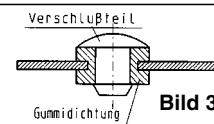

Bild 3
5. Beiliegendes Verschlußteil von außen fest in das Loch eindrücken. (siehe Bild 3).